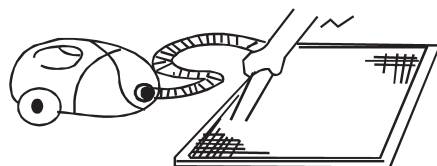

Fig. 1
- Si utiliza un aspirador, el lateral de la entrada de aire debe estar hacia arriba. (Ver Fig. 1)